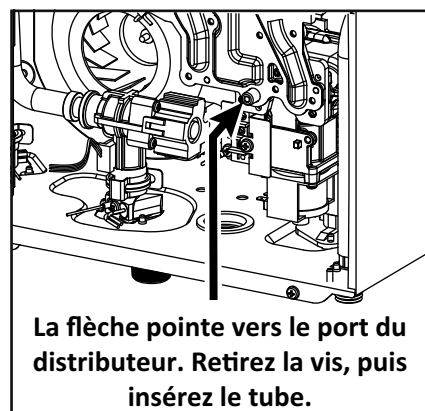

Figure 22
3. Retirez la vis de l'orifice de mesure de pression du collecteur (Figure 22).
2. Retirez la vis de l'orifice de mesure de pression du collecteur (Figure 22).
2. Retirez la vis de l'orifice de mesure de pression du collecteur (Figure 22 à la page 36). Voir aussi page 50 ou page 51.